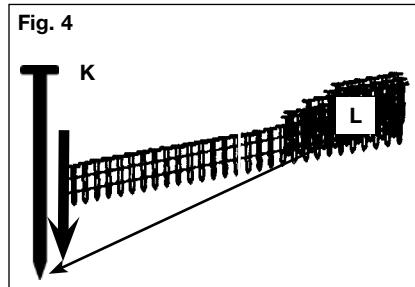

Fig. 4
- Coloque el resorte en la plataforma para clavos (J). **NOTA:** Observe el icono del elemento de fijación (K) Fig. 4. Coloque los elementos de fijación (L) con las puntas hacia abajo. **IMPORTANTE:** Los elementos de fijación deben apuntar en la misma dirección en la que serán clavados.